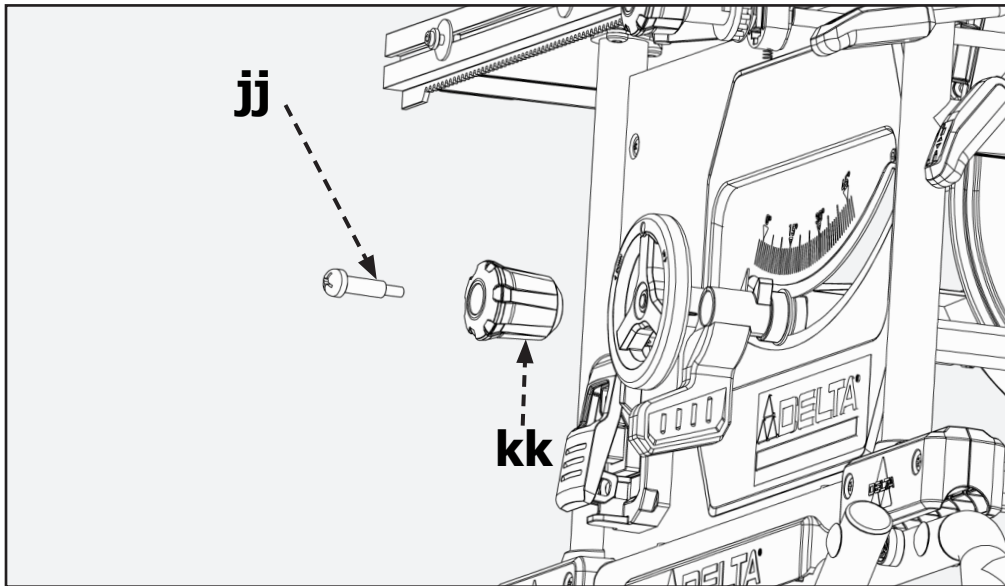

FIGURE 11
1. Insérer la vis à épaulement de la poignée de la roue (jj) dans le bouton de réglage de hauteur de la roue (kk), tel qu'illustré à la figure 11.
Après avoir installé le bouton de réglage de hauteur comme indiqué à la figure 11, lever l'ensemble du moteur/mandrin à la position la plus haute pour fournir un accès facile au levier de verrouillage du couteau diviseur et de l'ensemble du mandrin.